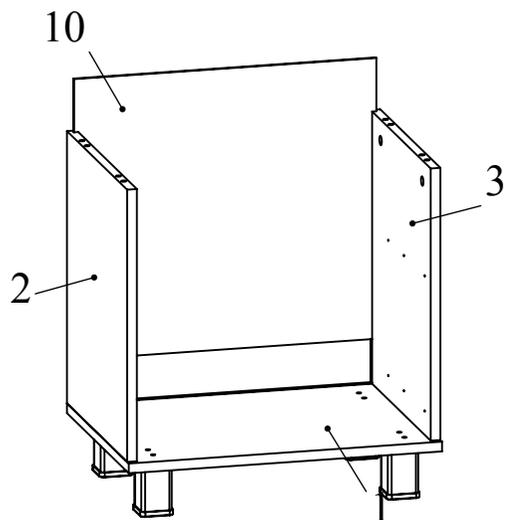

Рис.5
7. Вставить заднюю стенку 10 из ДВП в пазы дна 1 и боковин 2, 3 (Рис. 5).